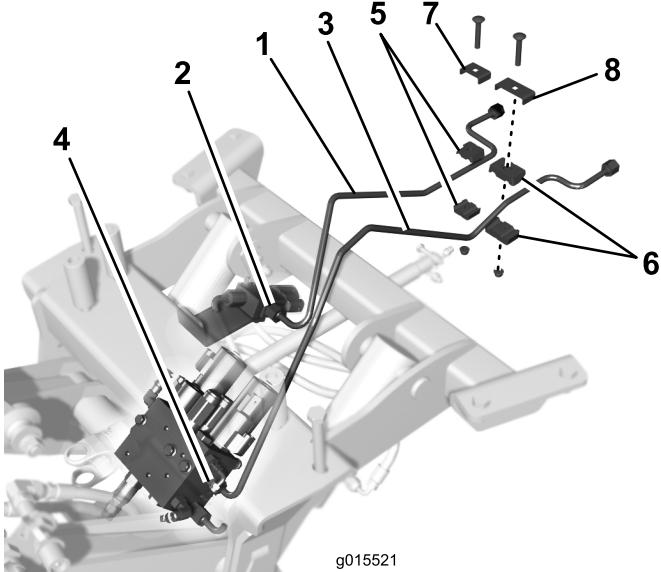

Figure 9
- Raccordez l'arrière du tube hydraulique court au tube sur la machine (Figure 9).
- Raccordez l'arrière du tube hydraulique long au tube sur la machine (Figure 9).
- Fixez sans serrer le tube hydraulique court au tube adjacent sur la machine, avec la petite bride de serrage, la petite plaque, une vis de carrosserie et un écrou à embase, comme illustré à la Figure 9.
- Fixez sans serrer le tube hydraulique long au tube adjacent sur la machine, avec la grande bride de serrage, la grande plaque, une vis de carrosserie et un écrou à embase, comme illustré à la Figure 9.